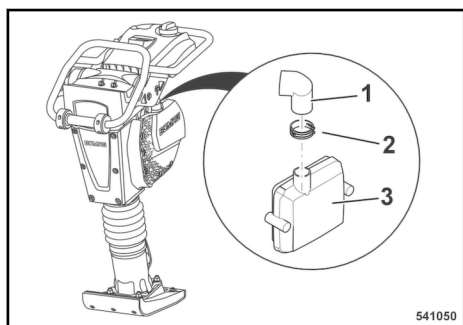

Fig. 46
Soltar a braçadeira (2) ↘ Fig. 46 e retirar a mangueira de passagem de ar (1) da carcaça do filtro do ar (3).